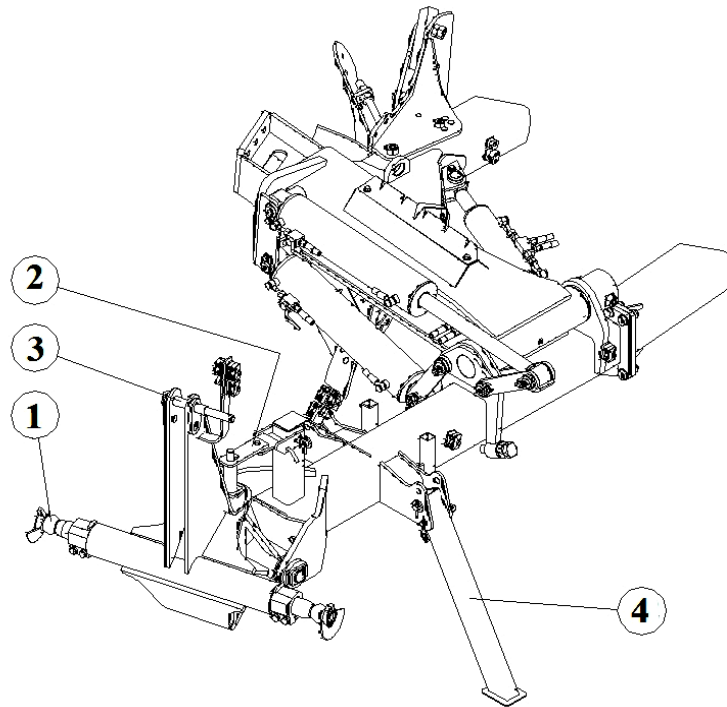

Рисунок 1.
- Присоединить нижние тяги трёхточечной навески трактора к оси навески плуга 1 (рис. 1) и застопорить их.
- Приподнять навеску трактора и разстопорить блокировочную пластину 2 (рис. 1), вынув стопорный палец, перевести блокировочную пластину в вертикальное положение и зафиксировать её стопорным пальцем.
- Присоединить верхнюю тягу при помощи пальца, желательно в верхнее отверстие 3 (рис. 1), если это позволяет длина тяги, и зафиксировать стопорным штифтом.
- Приподнять плуг, откинуть опорные тумбы 4 (рис. 1 и 2) вверх и зафиксировать.
- Опорные стойки 4 (рис. 1) перевести вниз и зафиксировать.
- Приподнять навеску трактора и разстопорить блокировочную пластину 2 (рис. 1), вынув стопорный палец, перевести блокировочную пластину в стояночное положение, т.е. зафиксировать на пальце навески плуга и зафиксировать её стопорным пальцем.